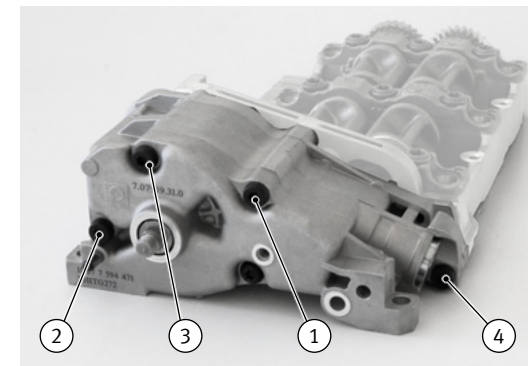

Abb. 2 / Fig. 2 / Рис. 2 / 图2
- Reihenfolge der Verschraubung: (1) -> (4) (Abb. 2)
- Последовательность выполнения резьбового соединения: (1) -> (4) (рис. 2)
- Order of screw tightening: (1) -> (4) (Fig. 2)
- Orden del atornillamiento: (1)-> (4) (fig. 2)
- Ordre du vissage : (1) -> (4) (Fig. 2)
- 螺栓连接顺序:(1) -> (4)(图 2)